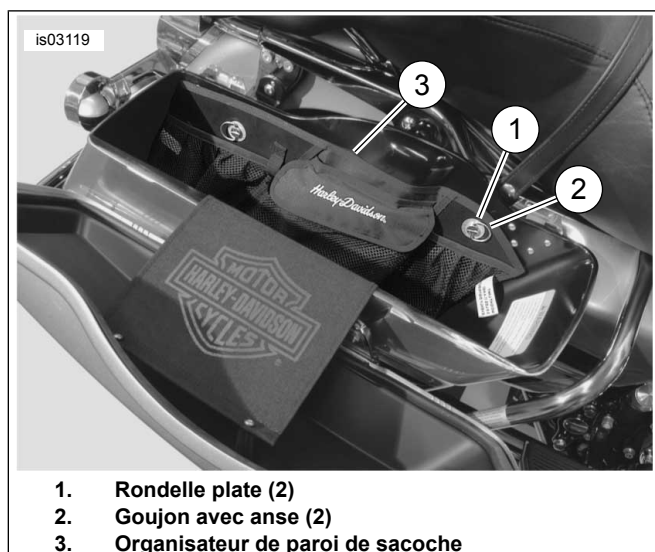

Figure 3. Installer l'organisateur de paroi de la sacoche (sans doublure)
3. Voir Figure 3. Placer la rondelle plate (1) du kit sur le goujon avec anse avant.